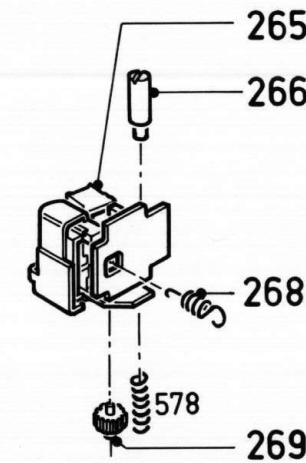
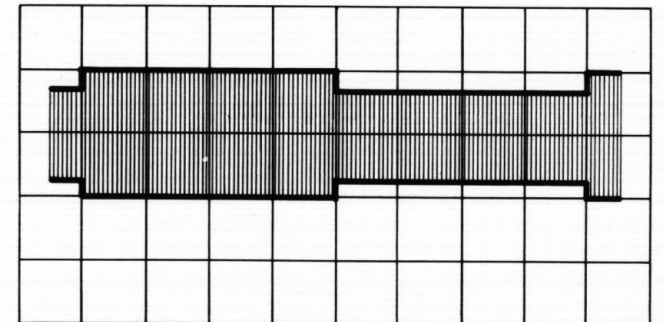

Fig. 2-15 33319A19
Fig. 2-22
- Adjust nut 266 (see fig. 2-15) so that the 25 Hz modulation on the signal fully disappears (see fig. 2.22).
- Régler l'écrou 266 (voir fig. 2.15) de façon que la modulation de 25 Hz soit complètement disparue sur le signal (voir fig. 2.22).
- Regel de moer 266 (zie fig. 2.15) zo af dat de 25 Hz modulatie op het signaal volledig verdwenen is (zie fig. 2.22).
- Mutter 266 (siehe Abb. 2.15) derart justieren, dass die 25 Hz Modulation des Signals restlos beseitigt ist (siehe Abb. 2.22).